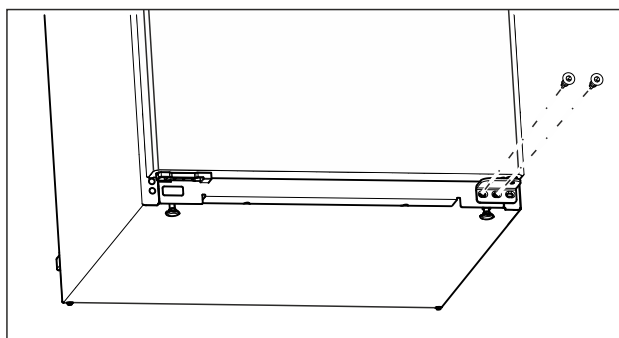

Fig. 12
- Na dolnej ložiskovej konzole vyskrutkujte strednú skrutku skrutkovačom Torx 20. (pozri Fig. 12)
- Na dolnej ložiskovej konzole vyskrutkujte vnútornú skrutku skrutkovačom Torx 20. (pozri Fig. 12)